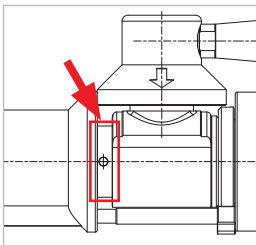

Abbildung 11
- ▶ Schalten Sie den Betätigungshebel (Pos. 3) um 90° von der OFF-Stellung in Richtung ON-Stellung. Geben Sie einen Sprühstoß auf den gekennzeichneten Bereich (*Abbildung 11*).